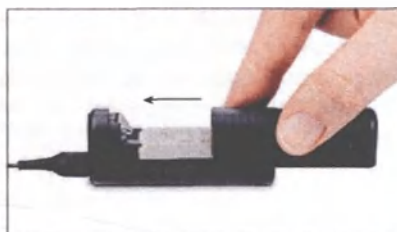

Рис. 17 Закрытие батарейного отсека
7. Чтобы правильно закрыть батарейный отсек, выровняйте крышку и подтолкните ее вперед, пока она не защелкнется на месте, как показано на рис. 17. Избегайте чрезмерного воздействия на крышку при открытии и закрытии батарейного отсека. Крышка должна легко скользить по направляющим желобкам миниатюрного блока элементов питания.